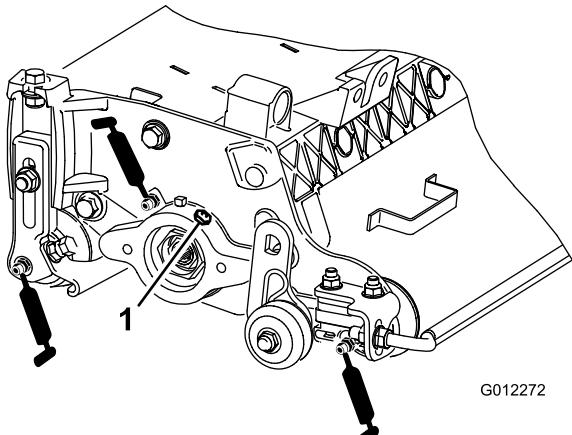

图8
每个切根刀带有 6 个黄油嘴（图8），必须每周使用 2 号通用型锂基润滑脂润滑。
2. 涂抹润滑脂，直至滚筒密封件和轴承释放阀外面看得见润滑脂（图8）。